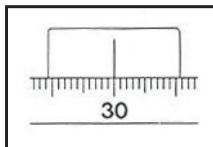

Рис.17
**Пример:**  $30^\circ$ . (Рис.17)